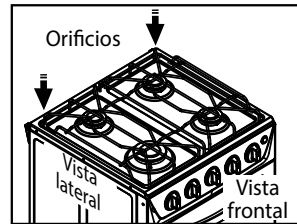

Figura 56
1. Si va a retirar la parrilla tenga en cuenta las siguientes recomendaciones para evitar que se reviente el esmalte en la zona aledaña a los orificios traseros de la mesa (Ver figura 56).